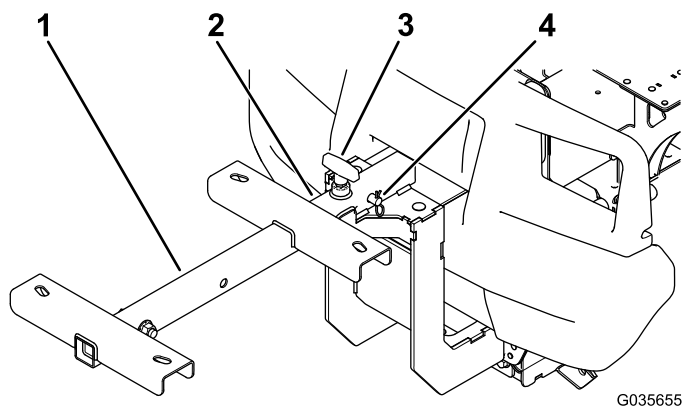

Рисунок 3
3. Ослабьте Т-образную рукоятку на передней навесной сцепке (Рисунок 3).
- Вставьте монтажную трубу в переднюю навесную сцепку и закрепите ее с помощью шплинтуемого штифта (1/2 x 2 дюйма) и игольчатого шплинта (Рисунок 3).
- Затяните Т-образную рукоятку на передней навесной сцепке (Рисунок 3).